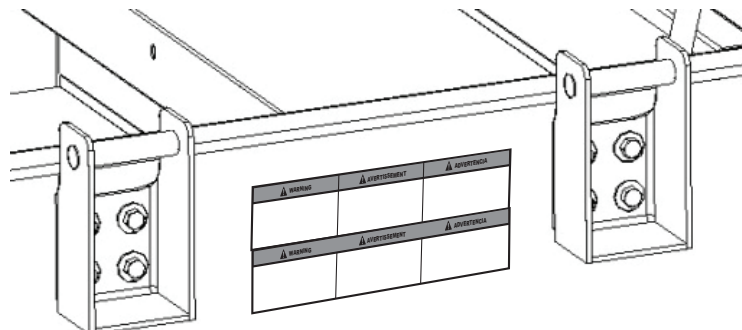

Figure 4
5. Apposer les autocollants sur l'extérieur de l'unité, entre les supports, comme indiqué dans la figure 4.